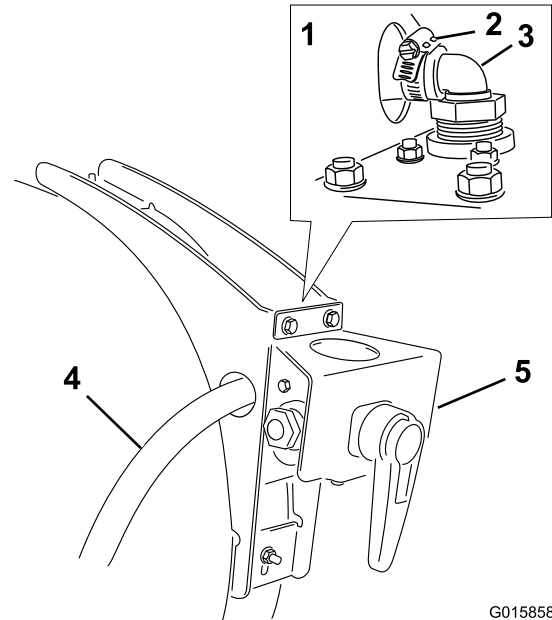

Figura 25
4. Sujete el extremo de la manguera sobre el acoplamiento dentado de 90° trasero de la válvula de 4 vías (Figura 25).
2. Instale el filtro de la bomba de enjuague en línea en los extremos abiertos de las mangueras que vienen de la bomba de enjuague y van hasta las boquillas de enjuague (Figura 25).